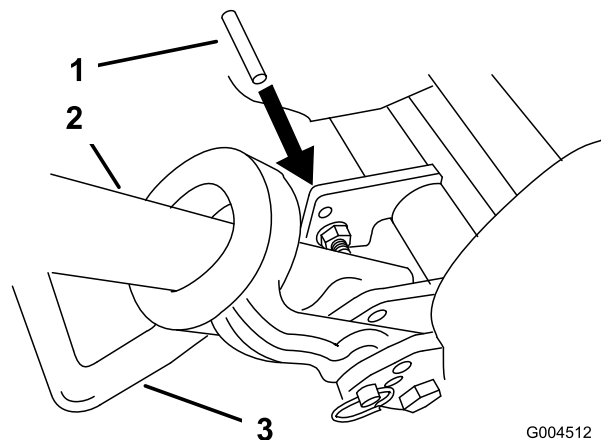

図 44
2. キック・スタンドを立てる。キック・スタンド取り付けボルトの上にあるフレームの穴に、6.4 mm 径のピン（図 44）を差し込む。